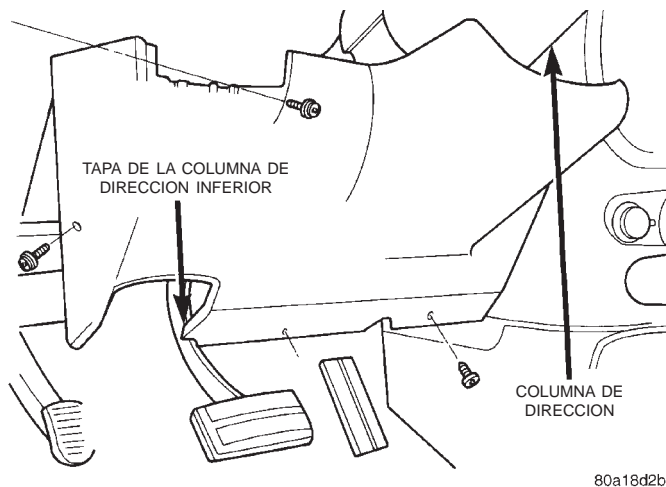

Fig. 47 Tapa de la columna de dirección inferior
(2) Retire los tornillos que sujetan la parte inferior de la tapa de la columna de dirección inferior al tablero de instrumentos (Fig. 47).